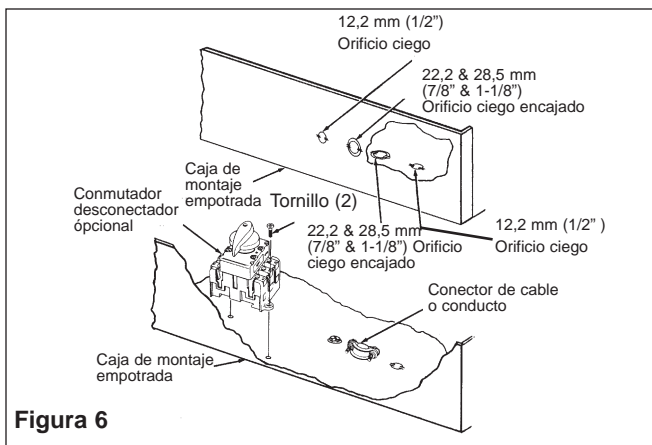

Figura 6
3. Extraiga la caja montada empotrada (Figura 6) de la caja que contiene el cerramiento montado empotrado, Tipo REA.
4. Extraiga uno de los orificios ciegos e instale un conector de cable o conducto (Figura 6).
5. Instale el conmutador desconectador opcional (si requerido) según se ilustra en la Figura 6.